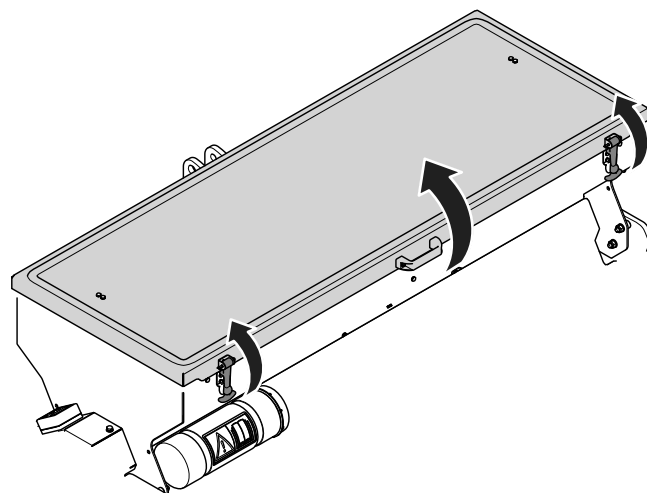

Figura 8
- Para abrir la tapa de la tolva, abra los tiradores de goma y utilice el asa de la tapa para levantar la tapa (Figura 8).